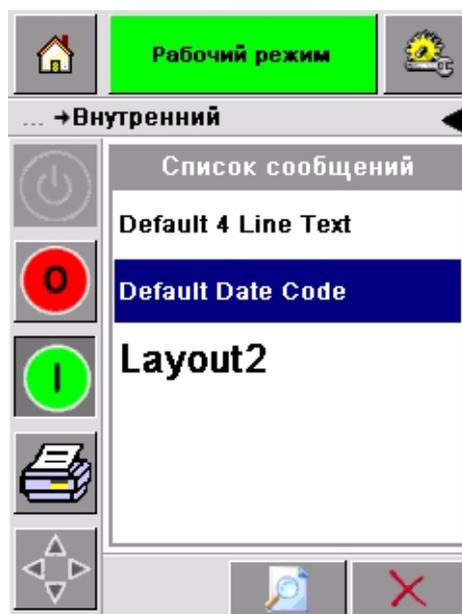

Рисунок 4-20: Окно данных для базы данных
- 2 Нажмите кнопку «Database» (база данных) на странице инструментов, чтобы открыть страницу базы данных. Эта страница содержит список всех имеющихся заданий на печать вместе с информацией об имеющемся свободном объеме памяти для хранения новых заданий (Рисунок 4-20).